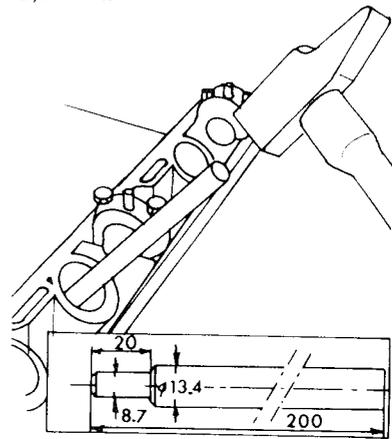

Bild 22
- Liegt der Durchmesser ausserhalb der oberen Grenze, sind die alten Führungen mit einem passenden Dorn auszuschlagen. Falls kein Alfa-Romeo-Spezialdorn zur Verfügung steht, kann man einen Dorn entsprechend den Abmessungen in Bild 22 herstellen und die Führungen in der im Bild gezeigten Richtung ausschlagen, d.h. von aussen nach innen. Vor dem Ausschlagen der Ventilfeeder das Überstehmass der Führung genau ausmessen und neue Führungen auf das gleiche Mass einschlagen. Bei den Einlassventilfeeder beträgt dieses Mass 13,3 bis 13,5 mm, bei den Auslassventilfeeder 16,3 bis 16,5 mm.